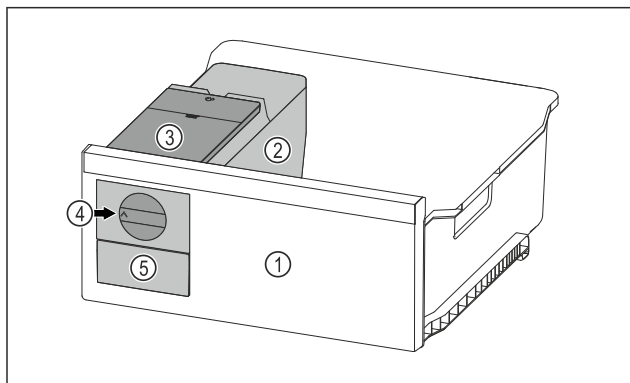

Fig. 74 Примерное изображение
- ▶ Поверните поворотную кнопку Fig. 74 (4) по часовой стрелке до упора.
- ▷ Кубики льда упадут из ванночки для кубиков льда в выдвижной ящик для кубиков льда Fig. 74 (5). Если не все кубики льда извлекаются из ванночки для кубиков льда: